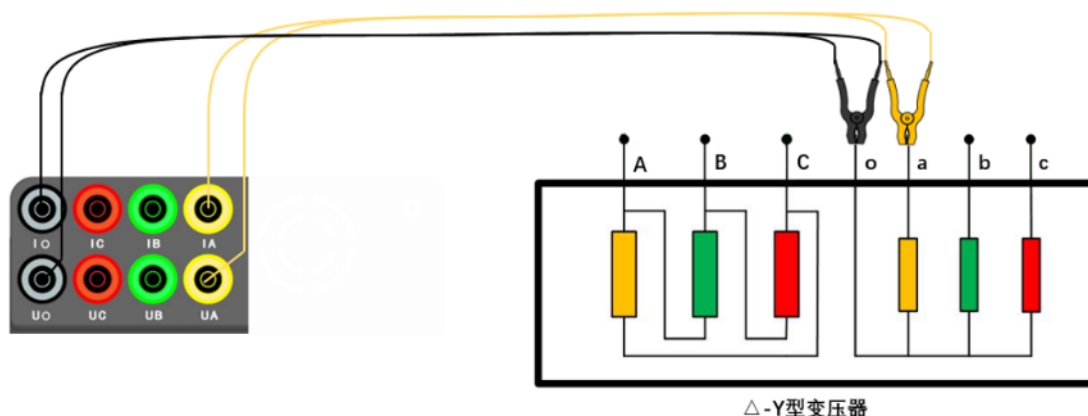

图 3 常规 Y 型单相测量法接线图
- 3) **AO:** 接线方法参考图 3。采用四线制测量 AO 绕组的直流电阻;
- 4) **BO:** 接线方法参考图 3。采用四线制测量 BO 绕组的直流电阻;
- 5) **CO:** 接线方法参考图 3。采用四线制测量 CO 绕组的直流电阻;
- 1) 按照图 3 所示进行接线：